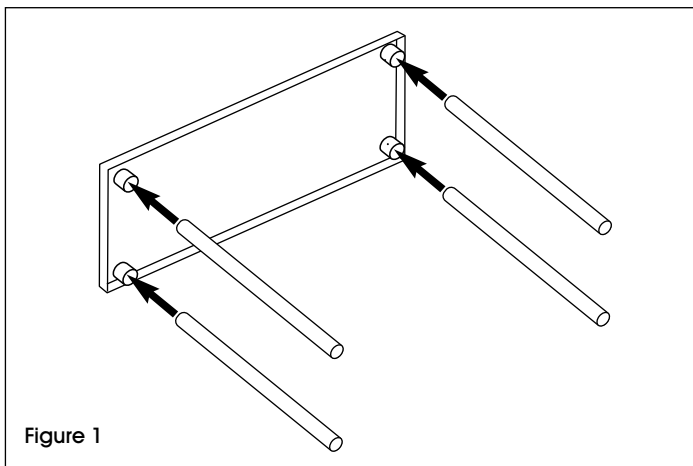

Figure 1
1. Placez la tablette centrale de côté, puis faites passer les montants à travers les bagues de la tablette à la hauteur voulue. Pour vous assurer d'un positionnement exact, marquez la hauteur désirée sur chaque montant avec un marqueur magique ou un crayon à laboratoire. (Voir Figure 1)